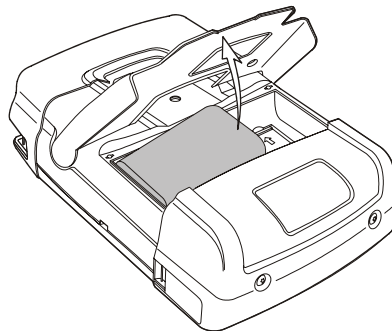

Figure 4-5. Retirer le pack de piles
- Soulevez un côté du pack de piles et retirez-le (Figure 4-5)